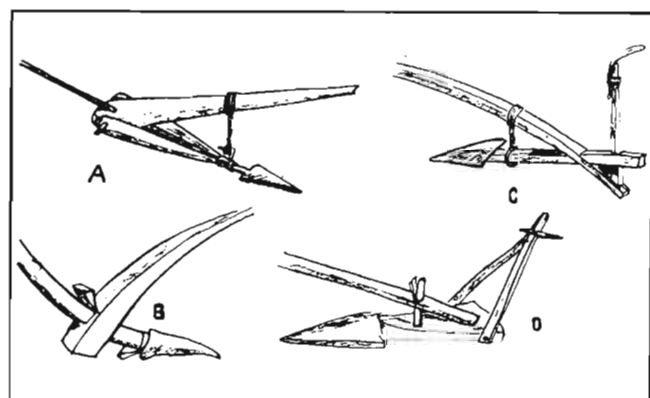

Fig. 2
1) El arado-cama, en el que la pieza fundamental es la cama, de gran solidez, a la que se acopla la reja y la esteva, en forma de lanza en los más primitivos, diferenciándose estos dos cuerpos en los más perfeccionados (ver fig. 2). Es el tipo más antiguo de arado timonero y se utiliza actualmente en el Centro y Este de España, Sudoeste de Francia, Norte de Túnez, Etiopía, Norte